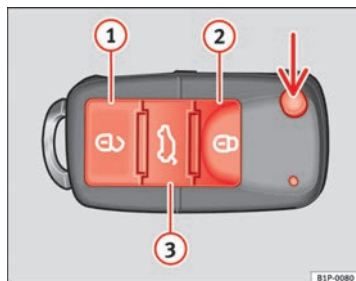

Fig. 64 Tasti della chiave con telecomando
Con il tasto $\Rightarrow$ fig. 64 (freccia) del telecomando, si sblocca lo scatto della chiave.
Sblocco del veicolo $\Rightarrow$ fig. 64 ①.
Tasto di chiusura $\Rightarrow$ fig. 64 ②.
Sblocco del portellone posteriore. Tenere premuto il tasto $\Rightarrow$ fig. 64 ③ fino a quando lampeggiano brevemente tutti gli indicatori di direzione. Dopo aver premuto il tasto di sblocco $\Rightarrow$ fig. 64 ③, si hanno 2 minuti per aprire il portellone. Una volta trascorso questo periodo si blocca di nuovo.
Inoltre, la spia della pila della chiave $\Rightarrow$ fig. 64, lampeggia.
Premere una sola volta il tasto $\Rightarrow$ fig. 64 ①, per aprire la porta del conducente, le altre porte rimarranno chiuse.
Per aprire le serrature di tutte le porte si deve premere due volte il tasto  ⇒ fig. 64 .
- Premere il tasto  ⇒ fig. 64 del telecomando.